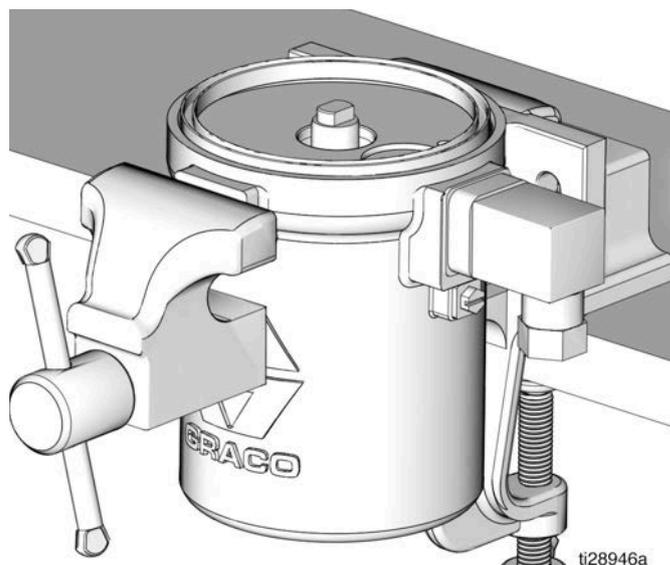

FIG. 35
12. Remettez le cylindre du moteur pneumatique dans un étau pour accéder au dessus du cylindre du moteur pneumatique, comme illustré à la Fig. 35.